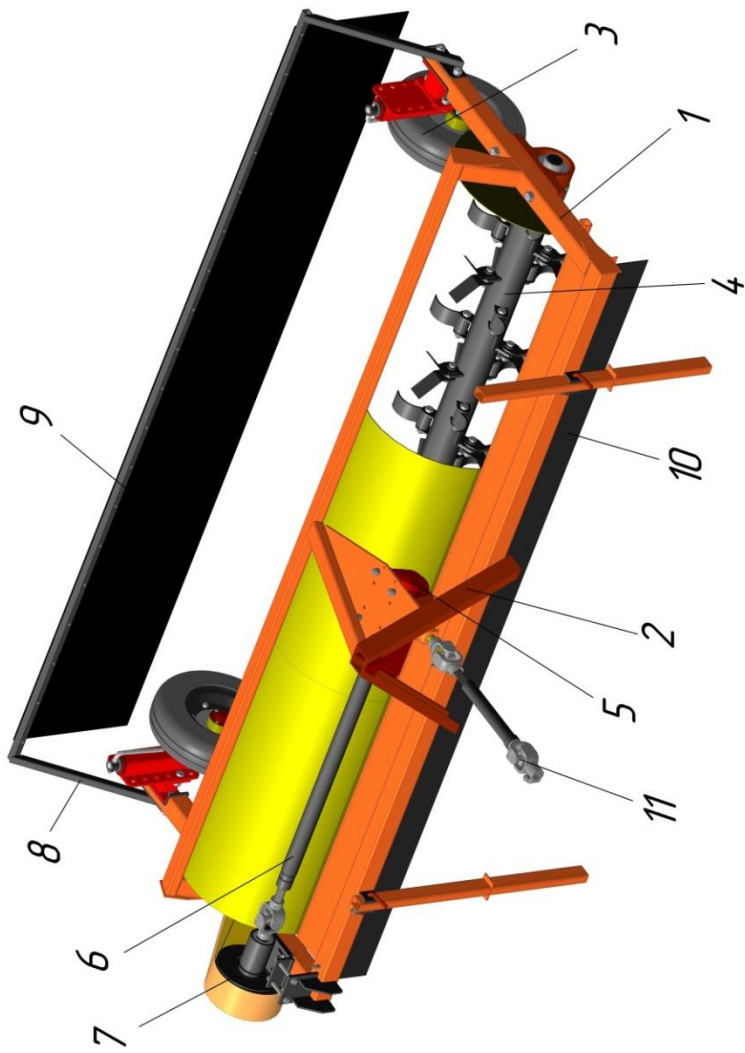

Рисунок 1 – Общий вид машины ботвоборочной МБУ-2,8Л, 3,0Л
3.1 Машина ботвоуборочная (рисунок 1) представляет собой навесную машину, состоящую из несущей рамы 1 с навеской 2, на которой крепятся два регулируемых по высоте опорных колеса 3. Привод вращения ротора 4 с
3.6 Для предотвращения вылетания скошенной ботвы и камней из-под ножей машины на раме установлены защитные ограждения 9 и 10 (см. рисунок 1).